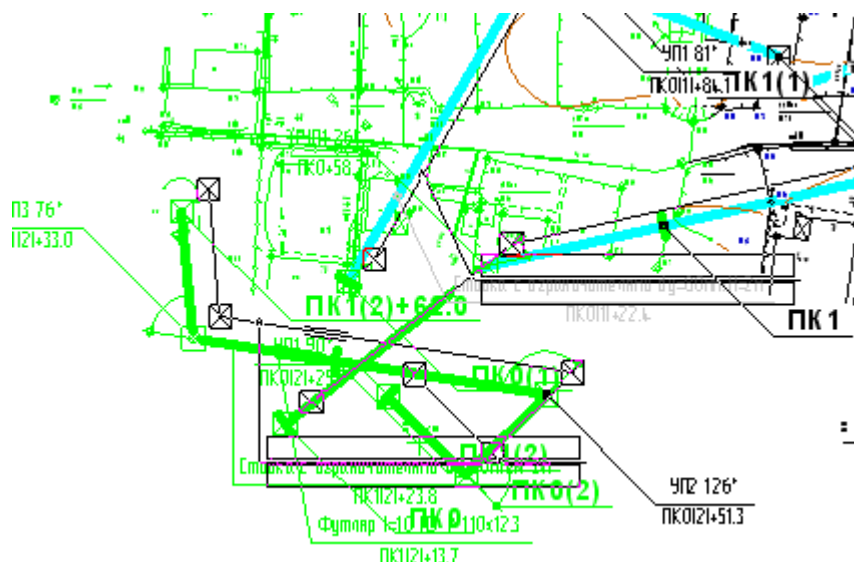

Рис.31
- 1) Если перед входом в данный режим средствами Компас была выделена группа объектов топоплана, и среди них есть элементы или точки сетей трубопровода, то сдвиг будет производиться для всей группы элементов и точек сетей трубопровода. В этом случае нужно будет указать базовую точку и установить фантом сдвигаемой группы в новое положение (рис. 31).